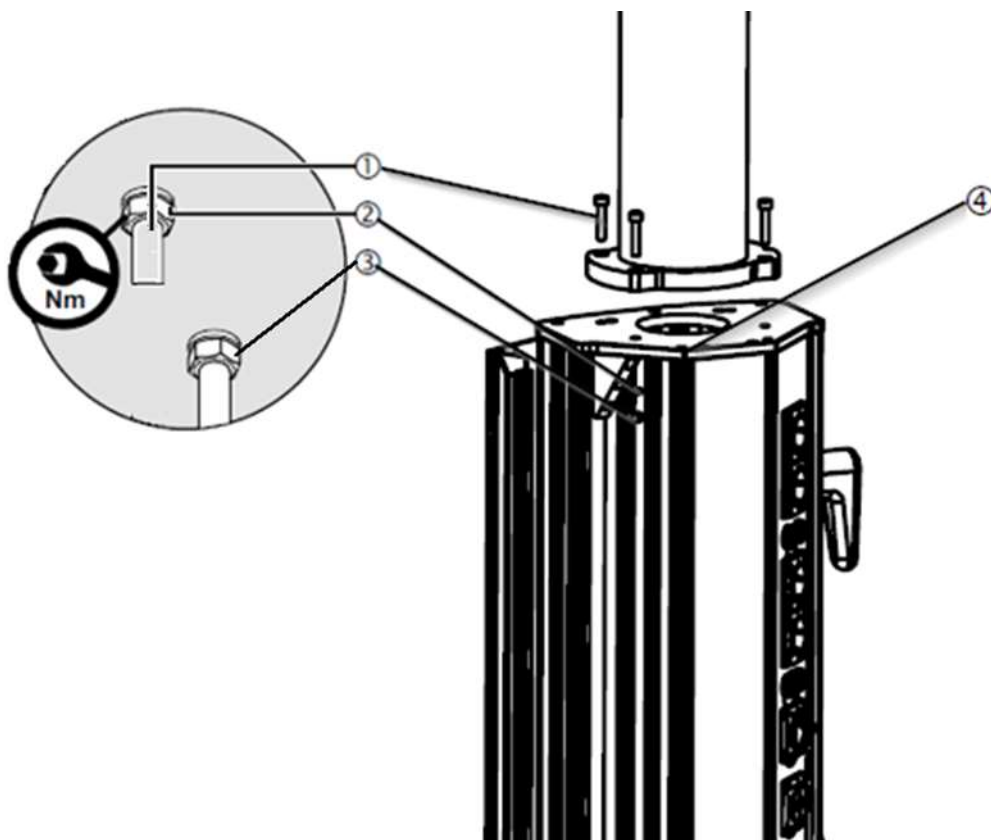

Abb.45 Montage des Servicekopfes auf dem Fallrohr.
- Setzen Sie die 4 Zylinderschrauben M8 ① so ein, dass sie mit den 4 Aufnahmen an der Oberseite des Servicekopfes übereinstimmen.
- Setzen Sie für jede Zylinderschraube M8 ① 1 Sicherungsscheibe NFE 25511 M8 ② ein (wie in Abbildung 45 dargestellt), sodass die Scheibe zwischen dem oberen Verschluss des Servicekopfes (auf der Innenseite) und der entsprechenden Sechskantmutter ③ sitzt.